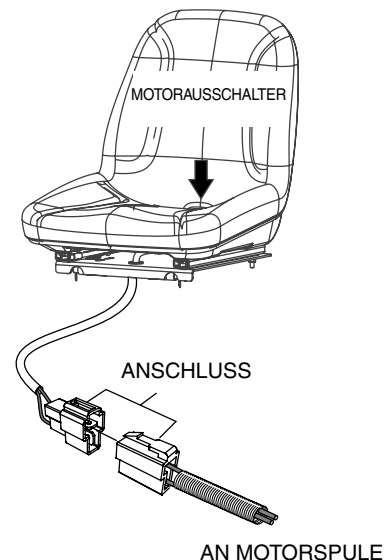

Abbildung 5. Motoraus schalter (Sitz)
4. Verbinden Sie das Kabel „Motoraus Schalters“ (Sitz) mit dem passenden Stecker wie in Abbildung 5 gezeigt.